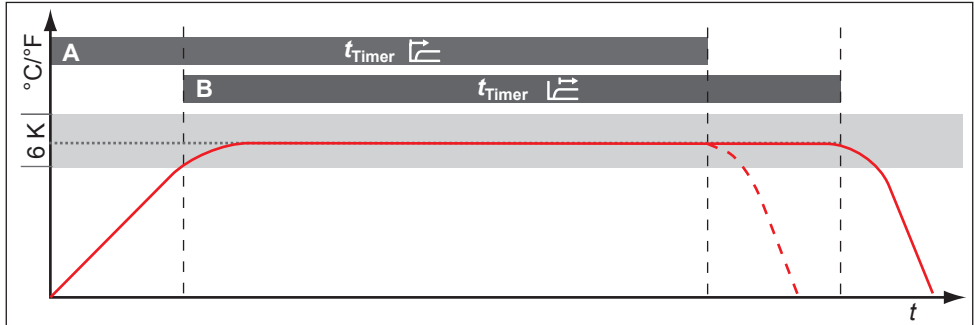

Abb. 27 Timer Mode
Hier kann eingestellt werden, ob die digitale Rückwärtssuhr mit Zielzeitangabe (Timer, siehe Seite 29) sollwertabhängig arbeiten soll oder nicht – das heißt, ob die Timerlaufzeit erst beginnen soll, wenn ein Toleranzband von  $\pm 3$  K um die Solltemperatur erreicht ist (Abb. 27, B), oder bereits unmittelbar nach dem Aktivieren des Timers (A).